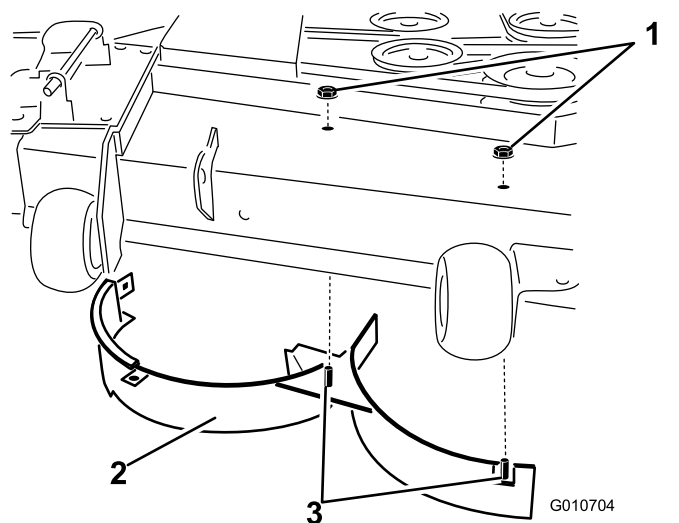

**Figura 32**
7. Rimuovete i 2 bulloni a testa tonda (5/16" x 3/4") e i 2 dadi di bloccaggio (5/16") che fissano il deflettore destro e la protezione del deflettore assemblati sul piatto di taglio (Figura 32).